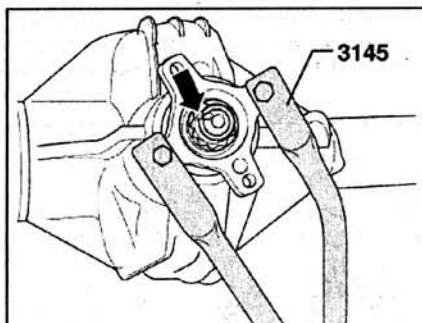

Рис. 4.84. Установите приспособление 3145, с его помощью разблокируйте и открутите гайку (стрелка).
6. Установите приспособление 3145, с его помощью разблокируйте и открутите гайку (стрелка) (рис. 4.84).